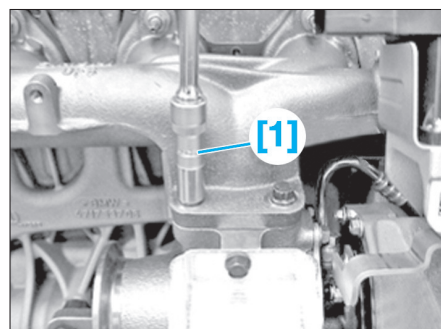

Fig. 83
- [1]. Douille six pans double réf. BMW 116050 (Fig.83).
- Détacher les vis (11) puis déposer le support (12).
- A l'aide de l'outil [1], détacher les vis à douze pans du turbocompresseur (Fig.83).